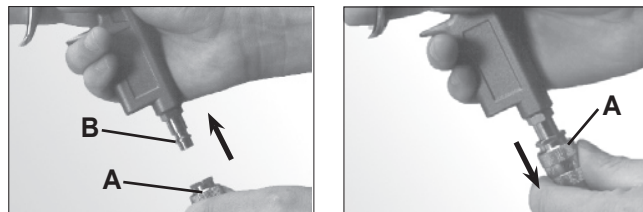

Рис.1
2. Подсоедините к компрессору пневмошланг и далее необходимый пневмоаксессуар или инструмент. Подключение производится за счет быстросъемного соединения A-B(рис.1). Вставьте штуцер шланга/пневмоинструмента B внутрь муфты A. Металлический щелчок является сигналом о том, что соединение произошло.